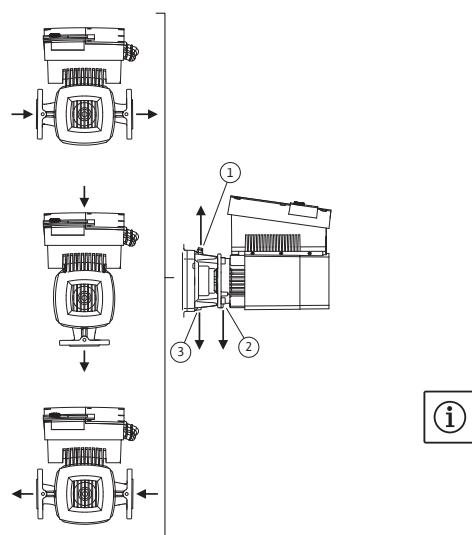

Fig. 23: Допустимі монтажні положення з горизонтальним розташуванням вала двигуна
Прийнятні монтажні положення з горизонтальним розташуванням вала двигуна й електронного модуля додори (0°) представлено на Fig. 23. На зображені прийнятні монтажні положення з боковим розташуванням електронного модуля ($+/-90^\circ$). Прийнятним є будь-яке монтажне положення, крім «Електронний модуль донизу» (-180°). Видалення повітря з насоса гарантовано лише тоді, коли вентиляційний клапан звернено додори (Fig. 23, п. 1).
Тільки в такій позиції (0°) конденсат, що утворюється, спрямовано може виходити через наявні отвори, ліхтар насоса (Fig. 23, п. 3) й двигун (Fig. 23, п. 2). Для цього слід видалити заглушку на фланці двигуна (Fig. 7, п. 7a).
- У випадку горизонтального розташування вала двигуна отвір для конденсату має обов'язково бути звернений донизу (Fig. 23, п. 2). За необхідності двигун слід відповідно повернути.